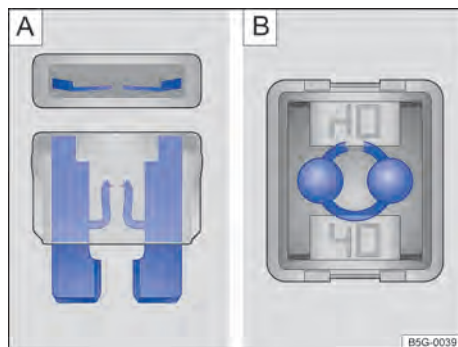

Fig. 173 Fusível queimado: **A** fusível plano, **B** fusível de bloqueio.
- Um *fusível plano* (ATO®, MINI®) queimado é reconhecido de cima ou de lado pela carcaça transparente nas faixas metálicas derretidas → Fig. 173 **A**.
- Um *fusível de bloqueio* (JCASE®) queimado é reconhecido pelas faixas metálicas derretidas por cima da carcaça transparente → Fig. 173 **B**.